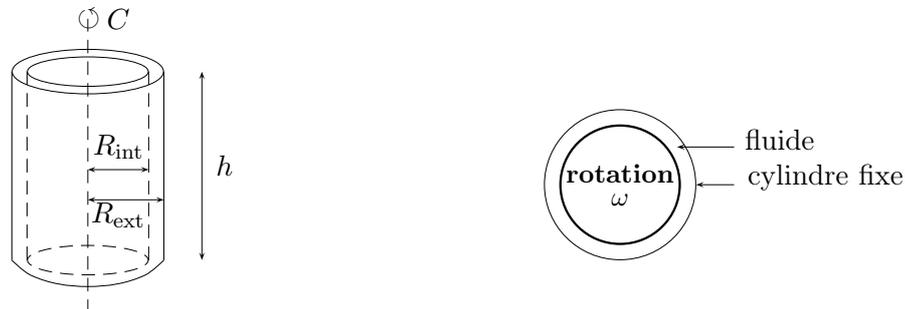

FIGURE 4.2 – Schéma de principe du viscosimètre de Couette.
**Exercice 36.** Nous souhaitons mesurer la viscosité dynamique  $\mu$  d'un liquide à l'aide d'un viscosimètre de Couette représenté à la figure 4.2. Cet appareil est constitué de deux cylindres coaxiaux entre lesquels se trouve le fluide dont on souhaite déterminer la viscosité. Le cylindre extérieur est maintenu immobile par l'application d'un couple  $C$  tandis que le cylindre intérieur est mis en rotation à la vitesse constante  $\omega$ . L'espace  $e$  entre les deux cylindres est suffisamment faible devant leurs diamètres  $R_{\text{int}}$  et  $R_{\text{ext}}$  pour assimiler l'écoulement à celui entre deux plans horizontaux de manière à considérer le profil de vitesse linéaire. La viscosité de l'air est supposée négligeable devant celle du fluide.